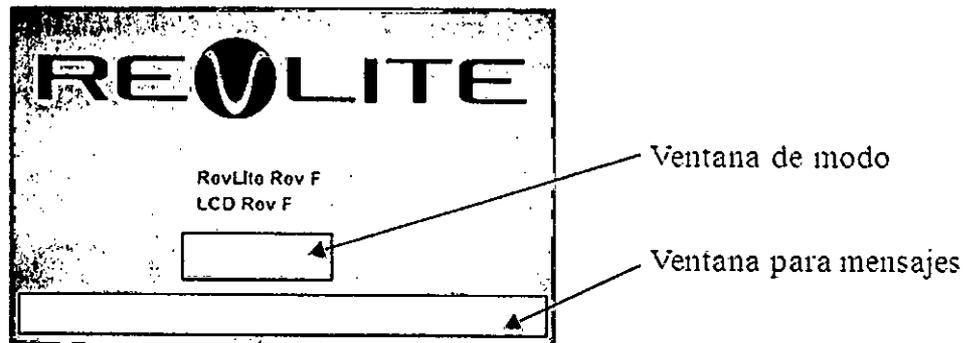

Figura 13 Pantalla de inicio
Encienda el láser. Lleve el disyuntor a la posición "On". Después de una demora de aproximadamente siete (7) segundos aparecerá la *pantalla de inicio* (figura 13). Esta pantalla muestra el logotipo de la compañía, la versión de software, la versión de la pantalla de cristal líquido, el nombre del producto, la ventana de modo que indica el estado actual y una ventana para mensajes con información. Cuando el sistema se enciende por primera vez, se procesa un ciclo de calentamiento que, por lo general, se completa en aproximadamente seis (6) minutos.